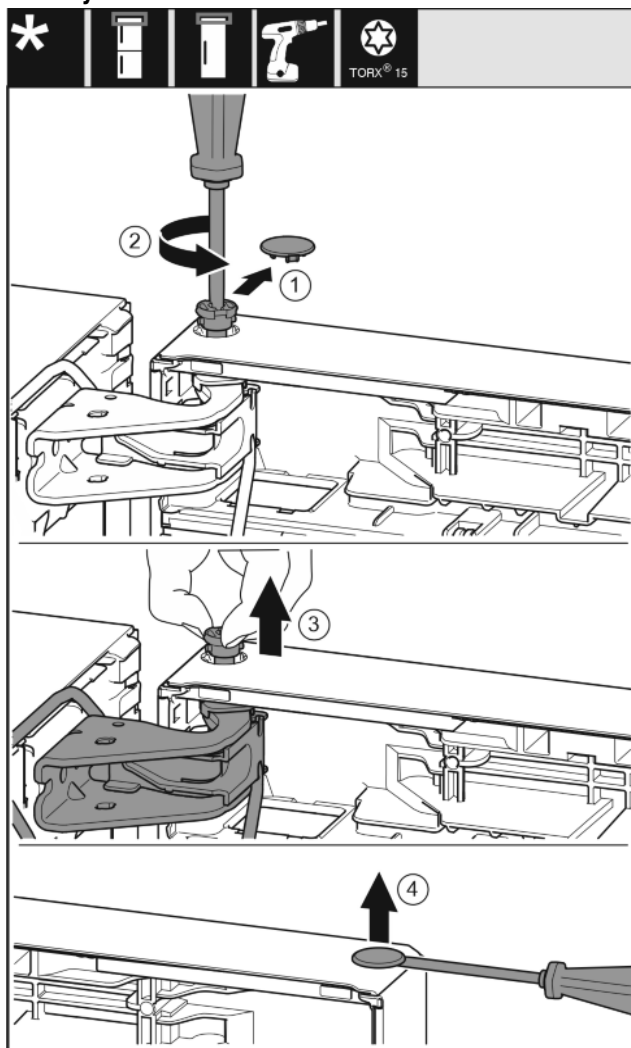

Fig. 18
- ▶ Opatrne vytiahnite poistný kryt. Fig. 18 (1)
- ▶ Skrutkovačom T15 trochu vyskrutkujte čap. Fig. 18 (2)
- ▶ Pevne držte dvere a čap vytiahnite prstami. Fig. 18 (3)
- ▶ Plochým skrutkovačom opatrne nadvihnite a vyberte zátku z puzdra ložiska dverí. Fig. 18 (4)